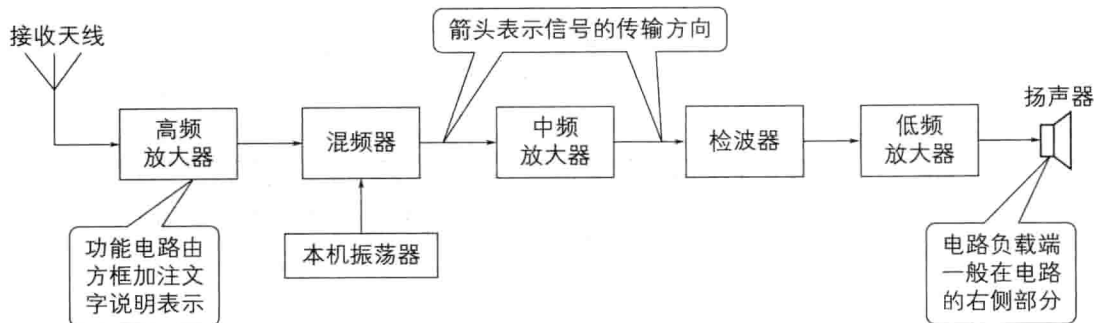

图 1-2 超外差收音机的整机电路框图
① 整机电路框图。整机电路框图是指用简单的几个方框、文字说明和连接线来表示电子产品的整机电路构成和信号传输关系的图样。超外差收音机的整机电路框图如图 1-2 所示。
由图 1-2 可见，整机电路框图根据信号的处理过程，将电路的主要功能模块（单元电路）通过方框和箭头标注的形式来体现。
通过该图人们可以了解到整机电路的组成和各部分单元电路之间的相互关系，并根据带有箭头的连线，还可以了解信号在整机电路之间的传输途径等。例如在图 1-2 中，根据箭头方向可知，在该收音机电路中，由天线接收的电信号需先经高频放大器、混频器、中频放大器处理后才送入检波器，最后由低频放大器进行功率放大后驱动扬声器还原出声音，由此可以简单了解其大致的信号处理过程。